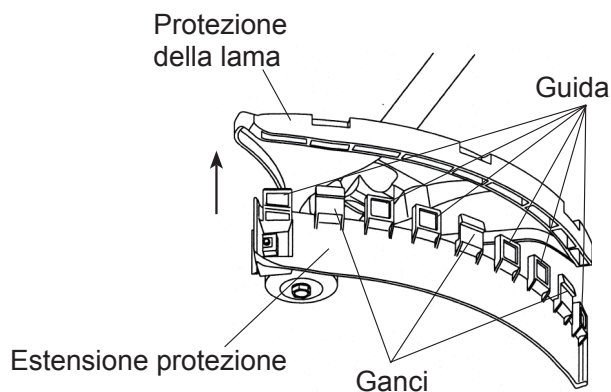
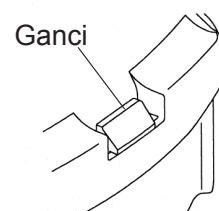

Fig. 4
Fig. 5
3. Introdurre la guida nella fessura della protezione della lama Fig. 4. Accertarsi di posizionare i tre ganci nelle posizioni sulla protezione indicate in Fig. 5.